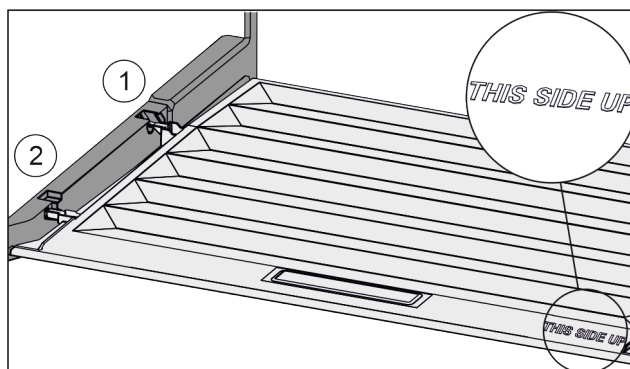

Fig. 47
- 从后部固定支架 Fig. 47 (1)开口导入桥形接片并卡入固定支架 Fig. 47 (2)的前端。